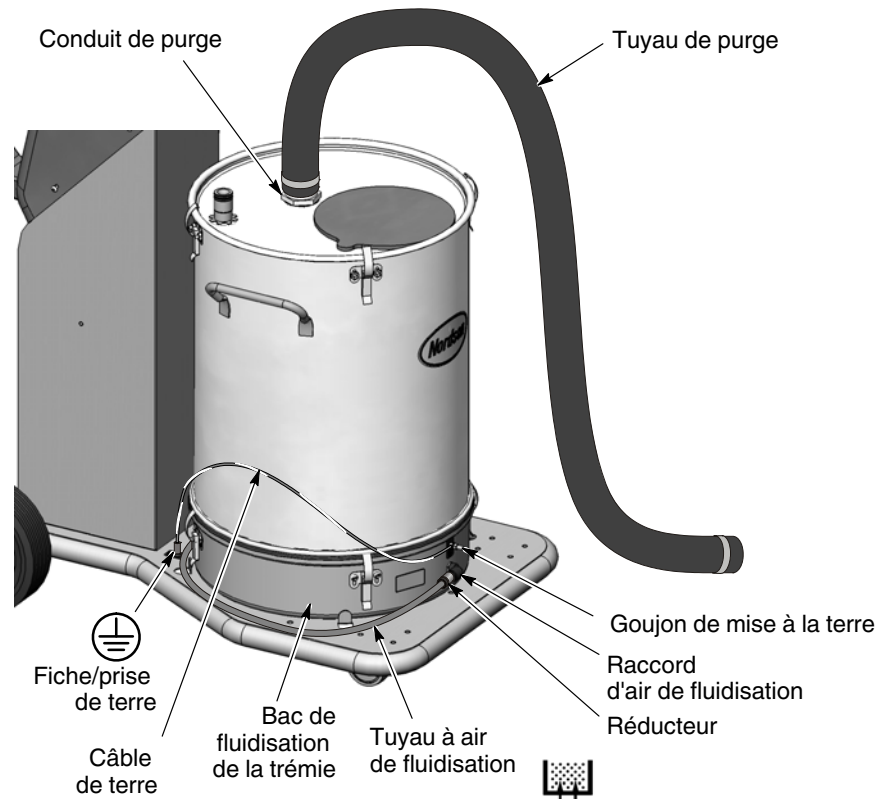

Figure 3-7 Installation de la trémie sur le diable du système mobile
1. Voir la figure 3-7. Déclipser le couvercle de la trémie et retirer le tuyau de purge et les pinces à tuyau.
Raccorder le tuyau de purge fourni avec la trémie au couvercle de la trémie comme illustré dans la Figure 3-7. Amener le tuyau de purge à une embase de purge sur la cabine ou un module collecteur.